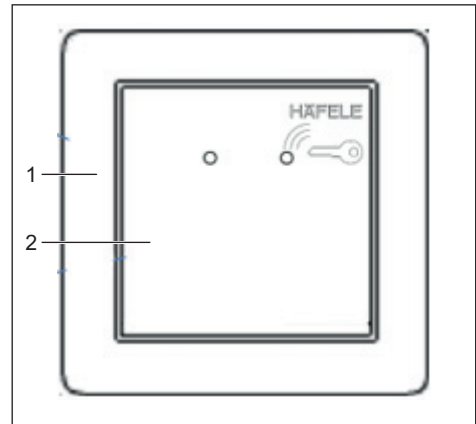

Fig. 17: Lettore WRU 220 con telaio
4. Sull'interruttore, fissare il telaio dell'interruttore (Fig. 17/1) con la copertura fornita (Fig. 17/2).